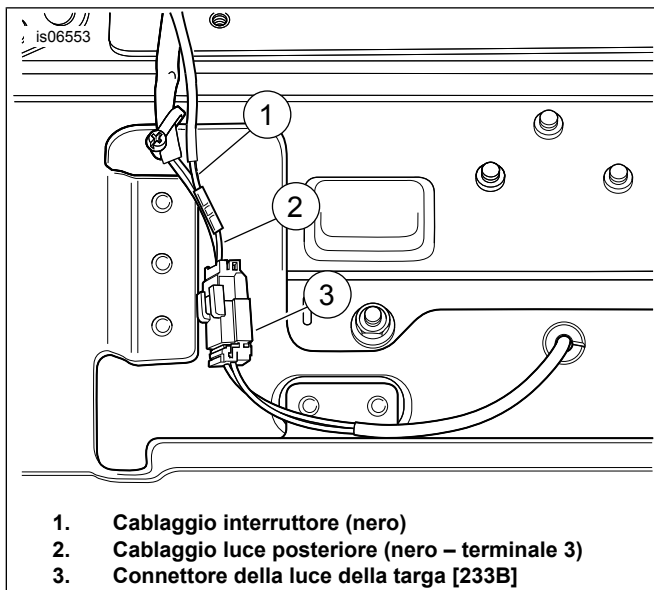

Figura 5. Connettore della luce della targa (modelli 2009)
- q. Vedere Figura 5. Scollegare il connettore (3) della luce della targa [233B] dal connettore [233A] del cablaggio della luce posteriore.